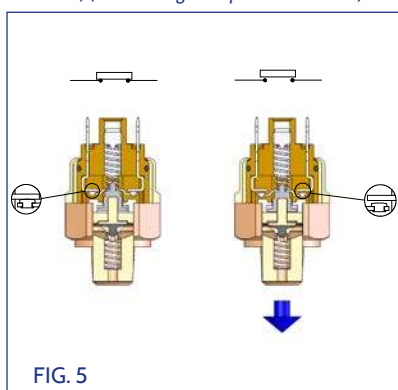

FIG. 5
- La rappresentazione di Fig. 2 (Fig. 5 per il vuoto) mostra un pressostato con contatti NORMALMENTE CHIUSI (N.C.) in assenza di pressione. In assenza di pressione i contatti sono chiusi e il segnale è presente sui contatti esterni. Al raggiungimento della pressione di taratura il contatto elettrico si solleva interrompendo il segnale
- Figure 2 (Fig. 5 for vacuum) shows a pressure switch with NORMALLY CLOSED (NC) contacts in the absence of pressure. The contacts are closed and the signal appears on the external contacts. When the set pressure is reached, the electric contact is raised and the signal is ruptured.